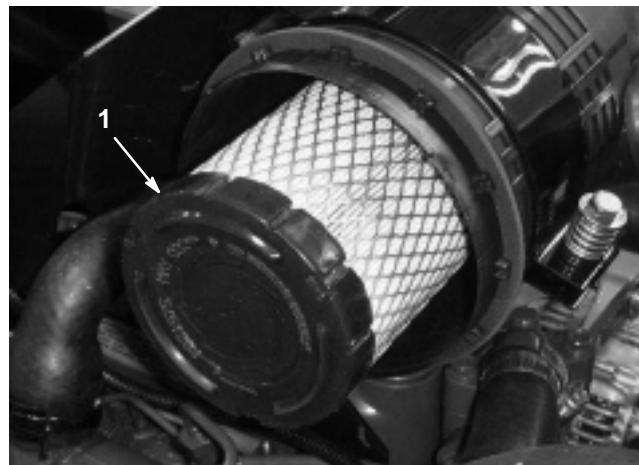

Bild 41
3. Kontrollieren Sie den Filter (Bild 41) und entsorgen ihn, wenn er defekt ist. Waschen oder wiederverwenden Sie defekte Filter nie.